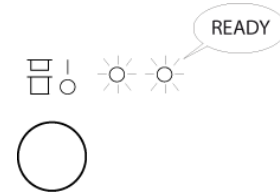

Fig.28
- Le chauffage est terminé quand le voyant "E" s'allume et la machine est prête pour le cycle de lavage. (Fig.28)